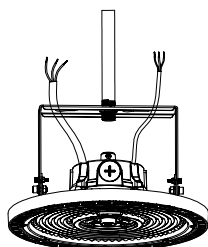

Figura 8
2. Conexiones eléctricas: Una vez montado el dispositivo, conecte los cables a la red eléctrica de acuerdo con las normas y reglamentos locales de cableado. (Consulte la Figura 8).